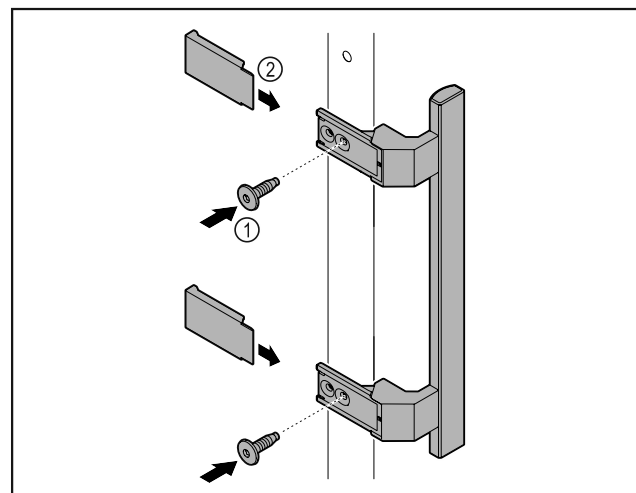

Fig. 6
- ▶ Montare sulla porta la maniglia contenuta nella confezione con le viti annesse Fig. 6 (1).
- ▶ Applicare la copertura Fig. 6 (2).